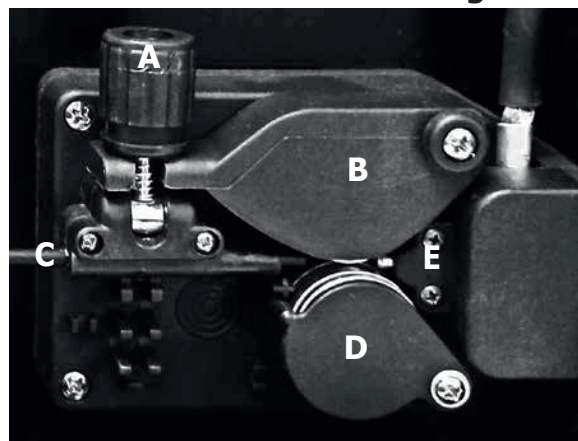

Figura 5
- Aflojar y bajar la empuñadura de material plástico (A) y soltar la palanca aprieta-alambre (B) (Figura 5). Sacar los posibles residuos de alambres de la vaina guía-alambre (E).
- Soltar el alambre de la bobina y mantenerlo agarrado con un par de pinzas con el fin que no pueda desenrollarse. Si necesario, enderezarlo antes de introducirlo en la guía de entrada (C) del alambre. Introducir el alambre haciéndolo pasar sobre el rodillo inferior (D) y por la vaina guía-alambre (E).